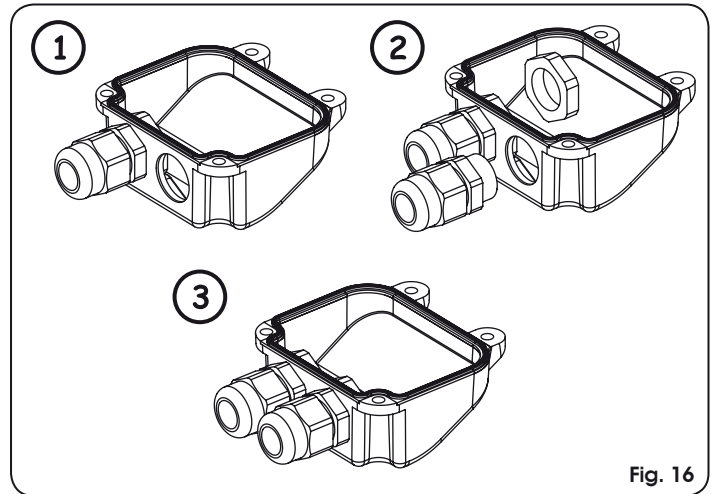

Fig. 16
- Auch die zweite vorperforierte Öffnung auf dem Deckel durchbrechen, Abb. 16.
- Die mitgelieferte Kabelführung montieren, Abb. 16.